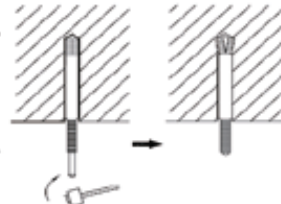

Fig.8
- (3). Introduceți diblul în găurile perforate, și introduceți bolțurile complet în dibluri cu ajutorul unui ciocan. (Fig. 8)